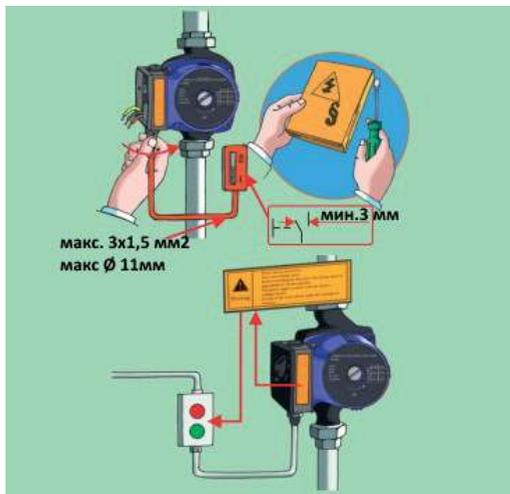

Рис. 7 Электроподключение насоса.
- Ток и напряжение сети должны соответствовать значениям, указанным на фирменной табличке насоса (см. рис. 7)